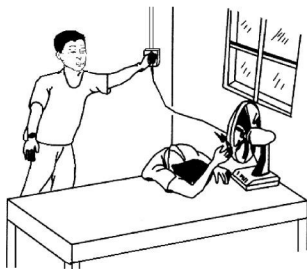
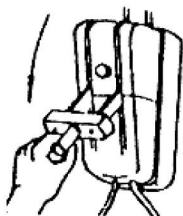

图 1-2-5 接闸断电
图 1-2-6 拉下开关
(1) 附近有电源开关或插座时,应立即拉下开关或拔掉电源插头,如图 1-2-5 和图 1-2-6 所示。